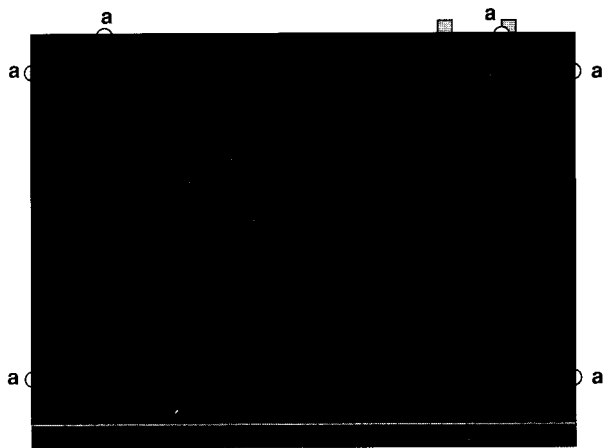

Abb. 1 Fig. 1
- Gehäuseoberseite abnehmen** (Abb. 1)
- Removing the cabinet top** (Fig. 1)